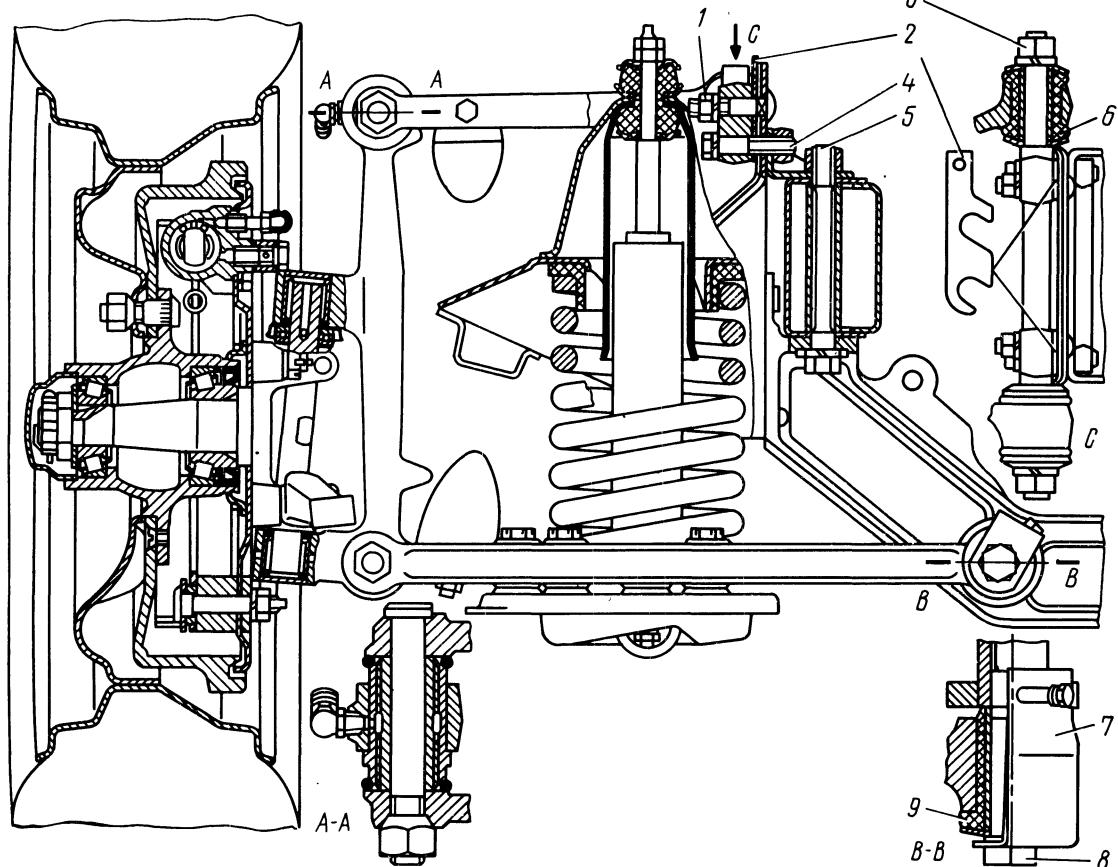

Рис. 135. Передняя подвеска:
Передняя подвеска автомобиля (рис. 135) — независимая, шкворневая, пружинная, рычажная (с поперечным расположением рычагов), с двумя телескопическими амортизаторами двухстороннего действия; смонтирована на съемной поперечине. Устройство и представляет собой самостоятельный узел.
Регулировка развала и продольного наклона шкворней осуществляется изменением количества регулировочных прокладок 2 (см. рис. 135).
числа прокладок 2 (см. рис. 135) спереди и сзади за одинаковую величину развал увеличивается (или становится положительным) и, наоборот, при удалении одинакового количества прокладок развал уменьшается (или становится отрицательным). Добавление по одной прокладке (толщиной 1 мм) увеличивает развал на $0^{\circ}10' - 0^{\circ}15'$
— проверить резьбовые крепления верхних и нижних рычагов передней подвески. Пальцы 8 (см. рис. 135) оси нижних рычагов после снятия стопорных пластин 7 должны быть затянуты моментом $18 - 20$ даН·м ($18 - 20$ кгс·м), гайки 3 оси верхних рычагов — моментом $7 - 9$ даН·м ($7 - 9$ кгс·м);
4. Ослабить гайки 1 и болты 4 (см. рис. 135) крепления оси верхних рычагов для освобождения регулировочных прокладок 2.